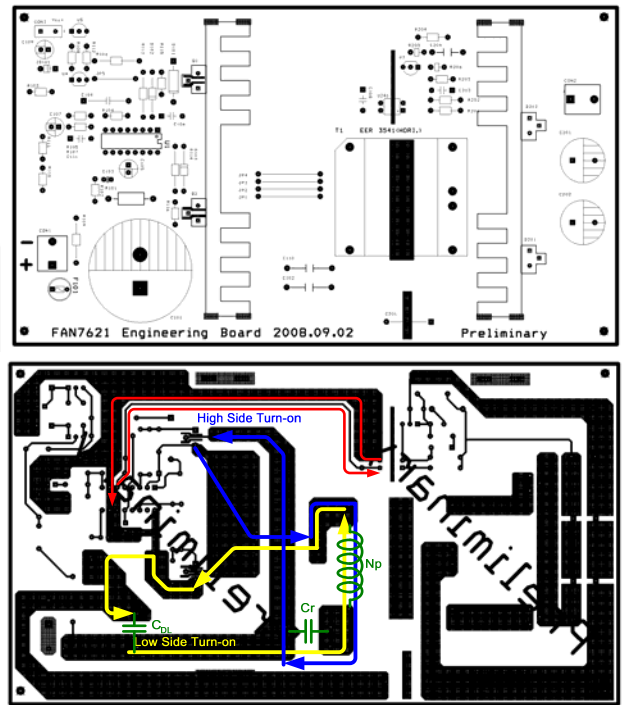

图 28. 占空比平衡示例
6. PCB 布局指南：由于主变压器的辐射噪音、主变压器的次级端漏感不相等等原因可能发生占空比不平衡问题。 R_T 引脚附近的控制元件在 PCB 布局上被主初级端电流环路包围是造成占空比不平衡的主要原因。当高低侧 MOSFET 交替导通时，由初级端电流导致的元件上磁场的方向发生变化。相互方向相反的磁场产生通过、进入或从 R_T 引脚流出的电流，这使得每个 MOSFET 的导通持续时间各不相同。强烈建议将 R_T 引脚附近的控制元件与 PCB 布局上的初级端电流路径分开。图 28 显示占空比平衡情况的示例。黄色和蓝色行分别显示下端和上端 MOSFET 导通时的初级端电流。初级端电流不包围控制器的任何元件。
使 CON 引脚和光电耦合器之间布局的环路尽可能小对减小占空比不平衡情况很有帮助，如图 28 中的红线所示。